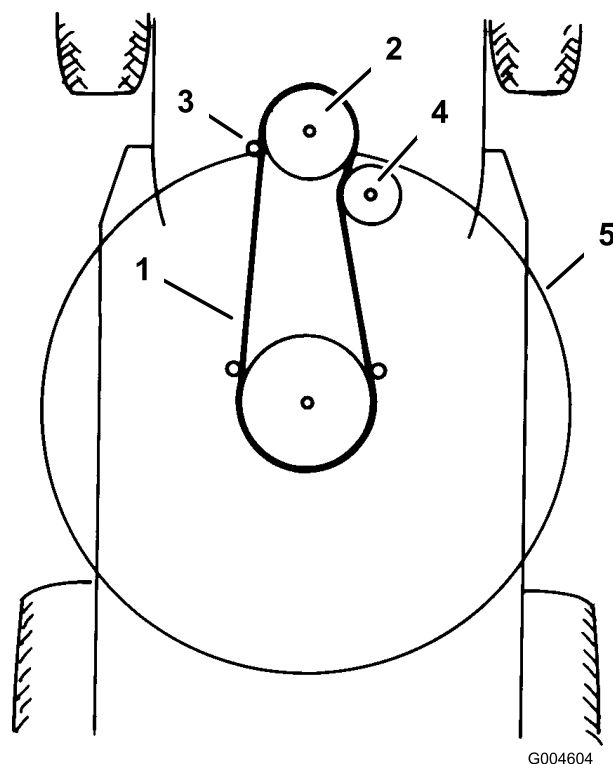

Figura 43
18. Togliete la cinghia del tosaerba dalla puleggia inferiore del motore (Figura 43).
10. Montate la cinghia del tosaerba sulla puleggia inferiore del motore (Figura 43).